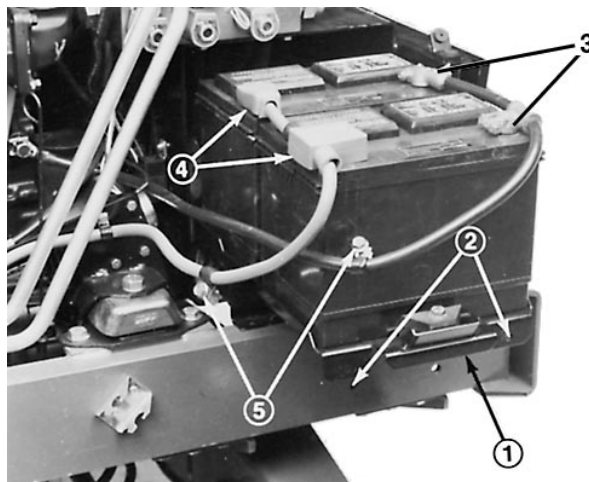

Figure 2
2. Enlever les vis de fixation du porte-batteries et déposer ce dernier (Fig. 2).
4. Débrancher les câbles négatifs (-) des batteries (Fig. 2). Raccorder un chargeur de 3 à 4 A aux bornes des batteries. Charger les batteries à un régime de 3 à 4 ampères pendant 4 à 8 heures.